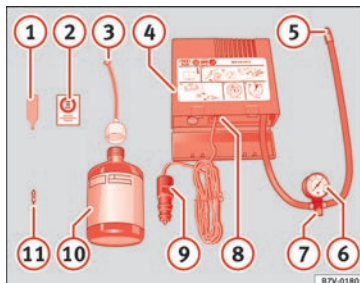

Fig. 95 Representação standard: conteúdo do kit antifuros.
O kit antifuros está localizado na bagageira, por baixo do revestimento do piso. Inclui os seguintes componentes » Fig. 95:
Volte a enroscar o tubo de enchimento » Fig. 95 ⑤ e verifique a pressão no manómetro ⑥.